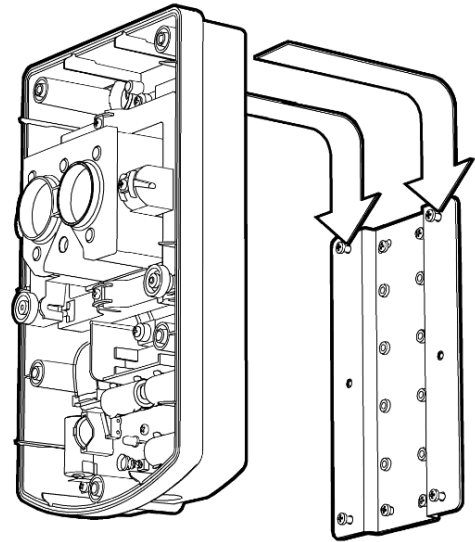

Рис. 3
- на, предварительно установленный (на стене, потолке) Кронштейн СПНК.301568.006 через Платину монтажную СПНК.301716.003 из комплекта поставки Кронштейна (см. рис. 3).